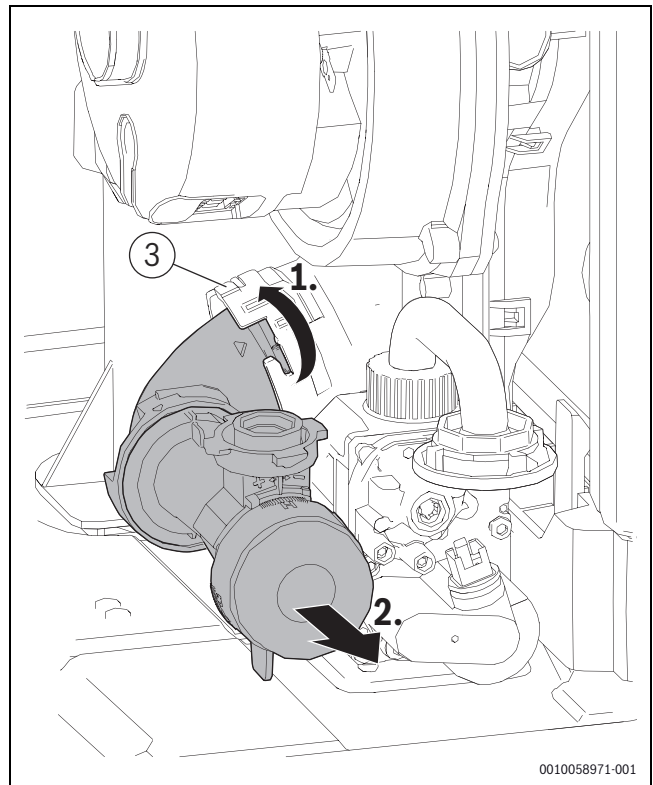

Bild 82 Einstelldüse ausbauen
- ▶ Einstelldüse wieder am Venturirohr [3] befestigen. (→Bild 82, Seite 66).